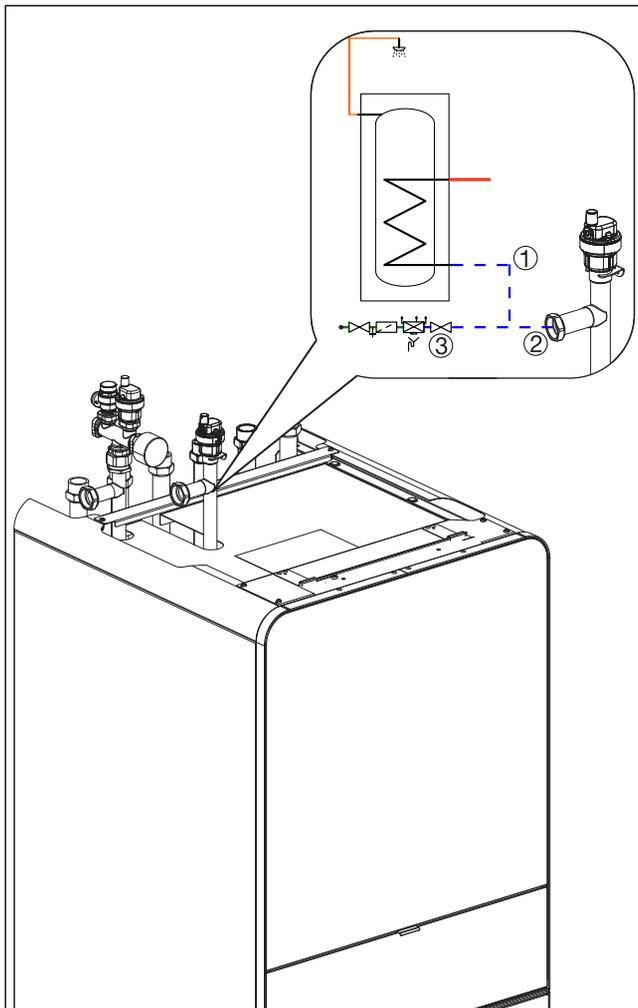

Fig. 8 Le remplissage de l'installation de chauffage et des radiateurs doit s'effectuer par la conduite de retour vers la pompe à chaleur.
- ▶ Installer les conduites d'eau chaude sanitaire entre l'unité intérieure et le ballon d'eau chaude sanitaire placé à côté. Installer le robinet de remplissage VW2 sur le tube retour du serpentin d'eau chaude sanitaire (froid), voir fig. 8.